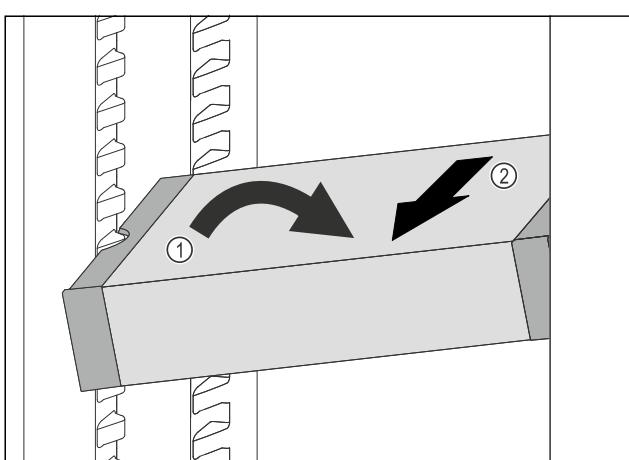

Fig. 69
► Расположите VarioSafe в холодильном отделении под наклоном. Fig. 69 (1)
► Извлеките VarioSafe движением вперед. Fig. 69 (2)